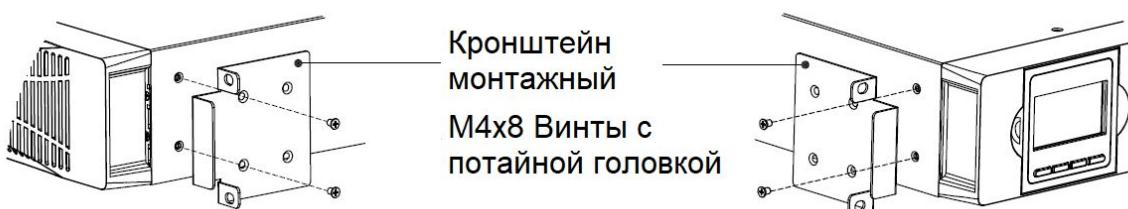

Рис.7 — Установка боковых монтажных кронштейнов на ИБП
7. Кронштейн монтажный\*\* (см. п.4-3, Рис.7) -2шт.
- 7) Совместите монтажные кронштейны с отверстиями для винтов на каждой стороне ИБП и закрепите с помощью прилагаемых винтов с плоской головкой (см. рис.7);